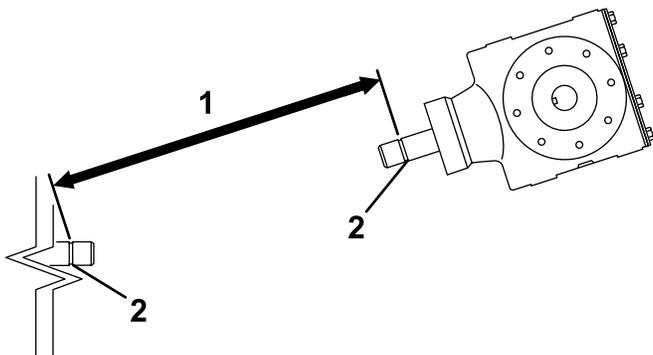
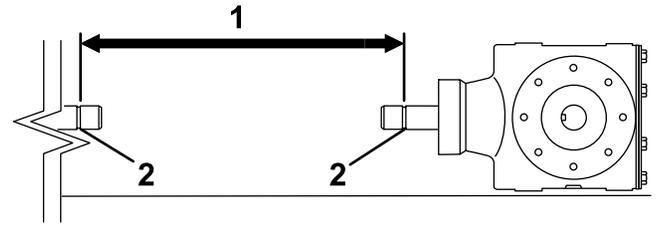

Bild 12
Bild 14
3. Messen Sie den Abstand zwischen der Arretierkerbe am Ende der Zapfwelle der Zugmaschine und der Arretierkerbe an der Getriebewelle des Aerifizierers (Bild 12).
5. Messen Sie den Abstand zwischen der Arretierkerbe am Ende der Zapfwelle der Zugmaschine und der Arretierkerbe an der Getriebewelle des Aerifizierers (Bild 14).
7. Verwenden Sie den kleineren der 2 Werte, die Sie in Bild 14 und Bild 12 erhalten haben und subtrahieren Sie den Wert vom Wert, den Sie in